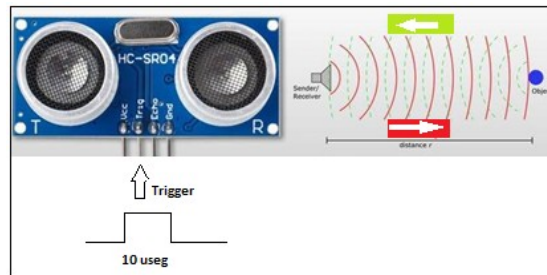

Figura 3. Pulso de transmisión igual a 10  $\mu\text{seg}$
1.- El pulso de transmisión del Trigger es de 10 microsegundos ( $\mu\text{seg}$ ), figura 3.